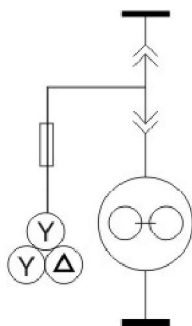

图 2
- JDZ智能专家柜适用于3~35kV交流50(60)Hz电网, 设计图标及柜门一次系统模拟图版见图2;